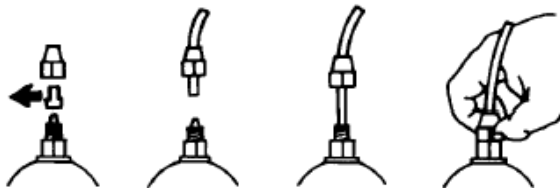

Рис. 7
**e.** — Снимите защитные колпачки с двух ниппелей, пропустите шланг через гайку, одновременно проталкивая и вращая, вставьте шланг в коническое соединение ниппеля (зажим шланга). Поворотом гайки зафиксируйте шланг. (Рис. 7)